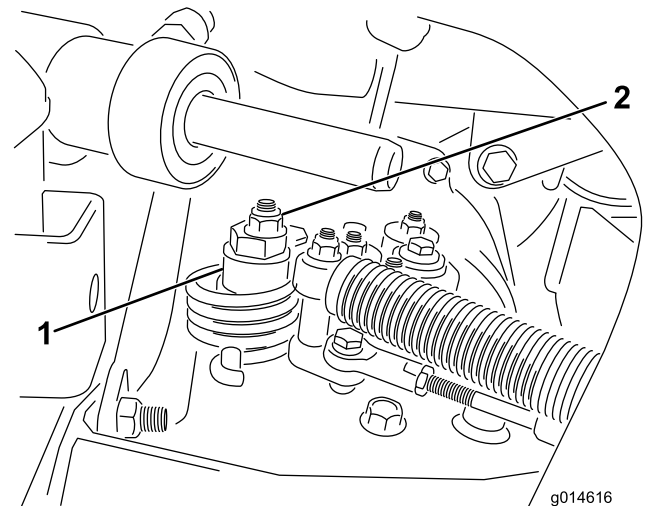

Figure 49
A. Desserrez l'écrou de fixation de l'excentrique en haut de l'hydrostat (Figure 49).
C. Tournez l'excentrique jusqu'à ce que la roue ne tourne plus dans aucune direction. Lorsque la roue arrête de tourner, serrez l'écrou pour bloquer l'excentrique et le réglez (Figure 49). Vérifiez le réglage avec la commande d'accélérateur en position bas régime, puis haut régime.